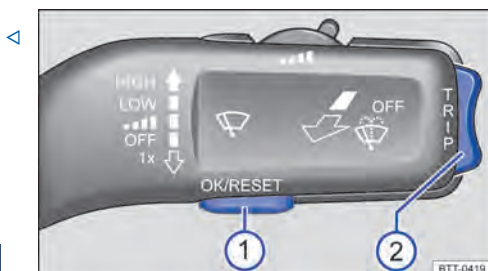

Fig. 16 À direita na coluna de direção: botões na alavanca dos limpadores do para-brisa (veículos sem volante multifunções).
Enquanto uma mensagem de advertência de prioridade 1 → Página 16 estiver sendo exibida, não será possível acessar os menus. Algumas mensagens de advertência podem ser confirmadas e ocultadas com o botão → Fig. 16 ①.
- Se uma mensagem ou o pictograma de veículo for exibido, pressionar o botão → Fig. 16 ①; se necessário, pressionar várias vezes.
- Para listar a seleção do menu → Página 19 ou para retornar ao menu principal a partir de um outro menu, manter a chave → Fig. 16 ② pressionada.
- Pressionar a chave → Fig. 16 ② até que o item de menu desejado esteja marcado.
- Para acessar um item de menu, pressionar o botão → Fig. 16 ①.
- Com a chave na alavanca dos limpadores do para-brisa → Fig. 16 ②, executar as modificações desejadas. Se necessário, manter pressionado para aumentar ou diminuir os valores mais rapidamente.
- Marcar ou confirmar a seleção com o botão **OK/RESET** → Fig. 16 ①.
- OU: Manter a chave → Fig. 16 ② pressionada. <